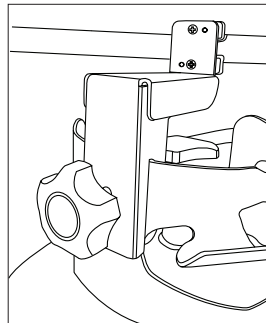

Figure 4
2. Placez le support de collier sur le réservoir avec le support de collier de réservoir sur le collier de réservoir. Le bouton du boulon de montage doit être positionné à l'extérieur du collier du réservoir. Fixez fermement le support du collier au réservoir en serrant à la main le bouton du boulon de montage. Ne pas trop serrer. (Voir Figure 4)